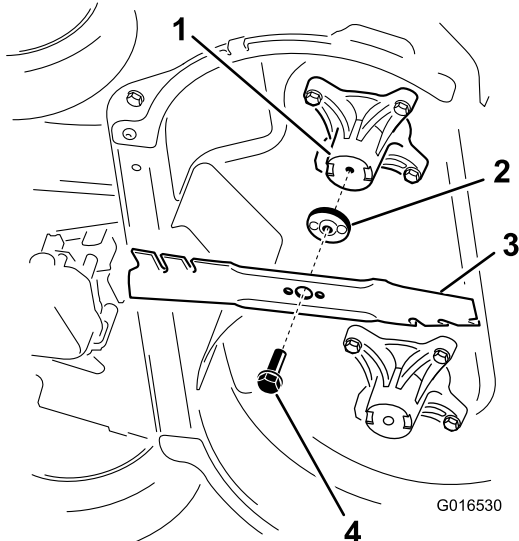

Рисунок 42
- Снимите каждый нож, как показано на Рисунок 42.
- Установите первый нож так, чтобы он находился в горизонтальном положении, вместе со всеми крепежными деталями, как показано на Рисунок 42.